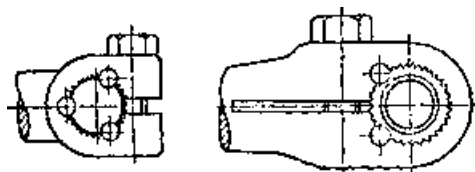

Рис. 2.43. Установка штифтов на рычаги КП
5. Ослабление крепления рычага кикстартера с валом может быть вызвано недостаточной затяжкой болта (повреждение резьбы) или вытяжкой металла рычага. В первом случае можно нарезать резьбу M10, опилив головку болта под ключ 12. Во втором случае можно ножовкой или плоским напильником расширить паз. Не следует эксплуатировать мотоцикл с ослабленным креплением рычага, это неизбежно приведет к смятию мелких шлицев, что устраняется только установкой штифтов (рис. 2.43) или заменой деталей. Советуем при запуске не ударять по рычагу кикстартера и резко не отпускать его, поскольку это приводит к смятию шлиц.
Люфт педали переключения передач при полной затяжке стяжного болта. Необходимо ножовкой или тонким плоским напильником расширить паз и болтом плотно стянуть рычаг. Неисправность можно устранить также установкой штифтов (рис. 2.43).